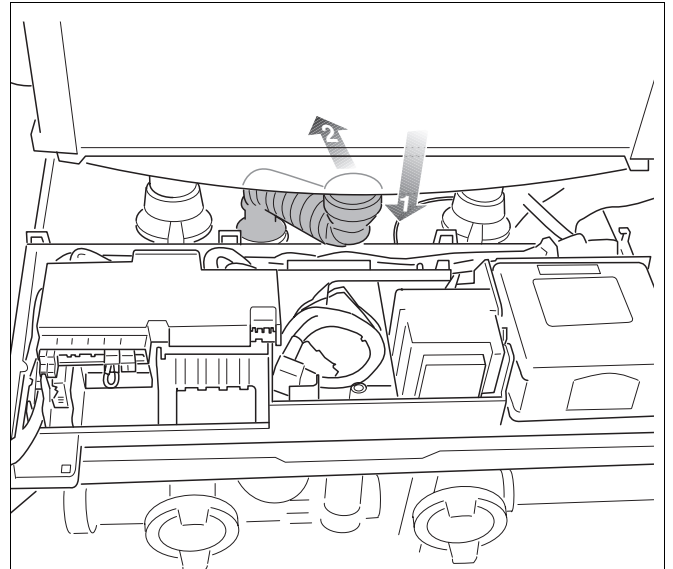

Рис. 119 Снятие гофрированного шланга
- Снять гофрированный шланг для слива конденсата и загнуть назад (рис. 119).